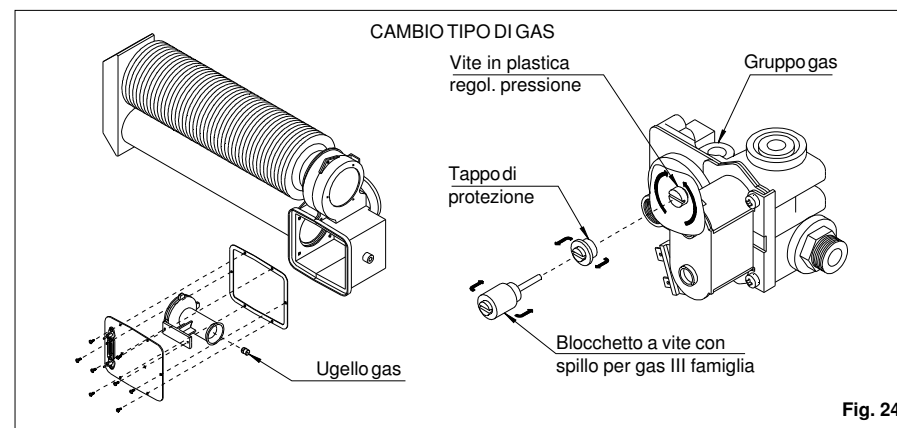

Fig. 24
- c) togliere le 6 viti che fissano la piastra porta-bruciatore alla camera di combustione ed estrarla, facendo attenzione a non danneggiare la guarnizione di tenuta. Smontare l'ugello gas con una chiave esagonale da 10 mm e sostituirlo con il nuovo, avvitandolo fino a garantire la tenuta (fig. 24)
- e) sul gruppo gas togliere il blocchetto a vite dotato di spillo posto sul regolatore di pressione, in modo da ripristinare la funzione del regolatore stesso (fig. 24)
- togliere le 6 viti che fissano la piastra portabruciatore alla camera di combustione ed estrarla, facendo attenzione a non danneggiare la guarnizione di tenuta. Smontare l'ugello gas con una chiave esagonale da 10 mm e sostituirlo con il nuovo, avvitandolo fino a garantire la tenuta (fig. 24)
mente a fine corsa la vite in plastica del regolatore di pressione. Inserire al posto del tappo di protezione il blocchetto a vite dotato di spillo, in modo da mettere fuori servizio il regolatore stesso (fig. 24). **Conservare il tappo di protezione del regolatore di pressione per un eventuale riutilizzo successivo**